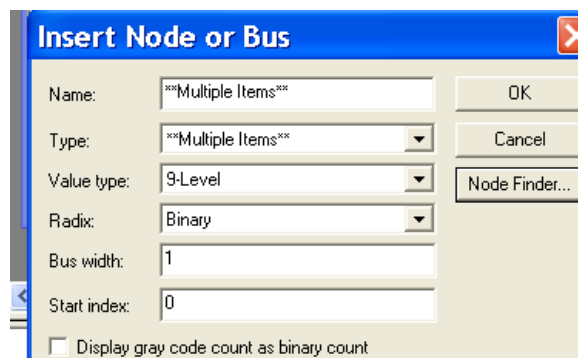
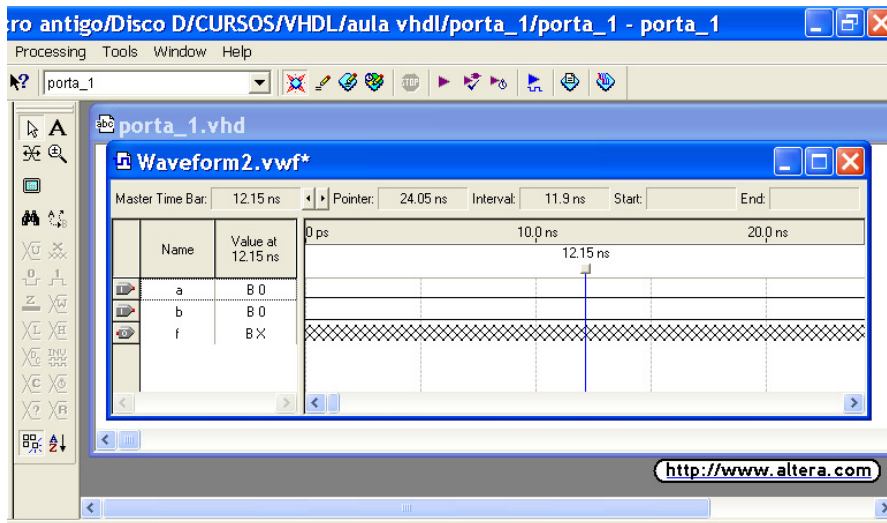

Figura 5.11 Opção de escolha de nome, tipo, etc para nós na simulação
Figura 5.12 Tela de inserção do níveis lógicos dos nós para simulação.
5. Clicando em "OK" aparecerá a janela da Figura 5.11, a qual possibilita a escolha dos nós como entrada, saída, etc, e também mostrar o sinal como binário, hexadecimal, etc. Escolhendo as opções desejadas e clicando em "OK" aparecerá a janela da Figura 5.12, a qual é a janela para inserção dos níveis lógicos dos nós para a simulação.